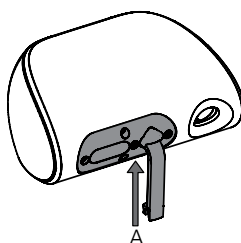

Abbildung 13
Lösen Sie in allen Fällen die frei zugängliche Befestigungsschraube (A) für das Kugelgelenk, drehen Sie das Gelenkstück um 90° und ziehen Sie die Schraube wieder fest. Bei horizontaler Ausrichtung lassen Sie das Gelenkstück in dieser Position (siehe Abbildung 13).